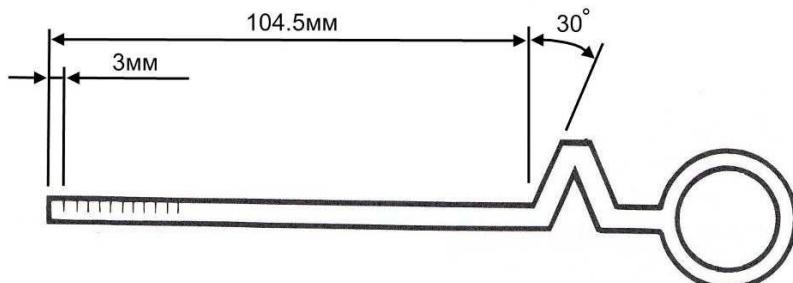

Рисунок 1.5
– Дождавшись отстоя масла в картере компрессора (10-15 минут), сделать замер масла. Уровень должен быть в пределах 3-5 рисок щупа, (Рис.1.5) что соответствует общему объёму смеси масла и жидкости-индикатора в картере компрессора равному 185+-5 мл.